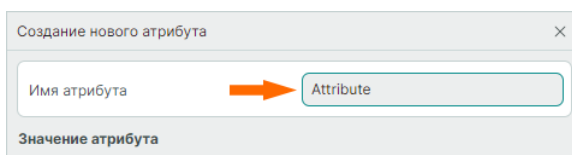

Рис. 308 Поле «Имя атрибута»
1. Введите имя атрибута, см. Рис. 308.